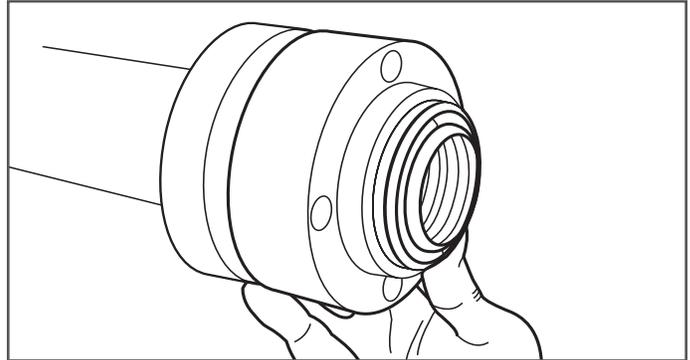

Figura 7-20
21. Deslice hacia arriba las secciones posterior y media del acoplamiento hasta que los aros partidos estén cubiertos por el acoplamiento. (Figura 7-20)